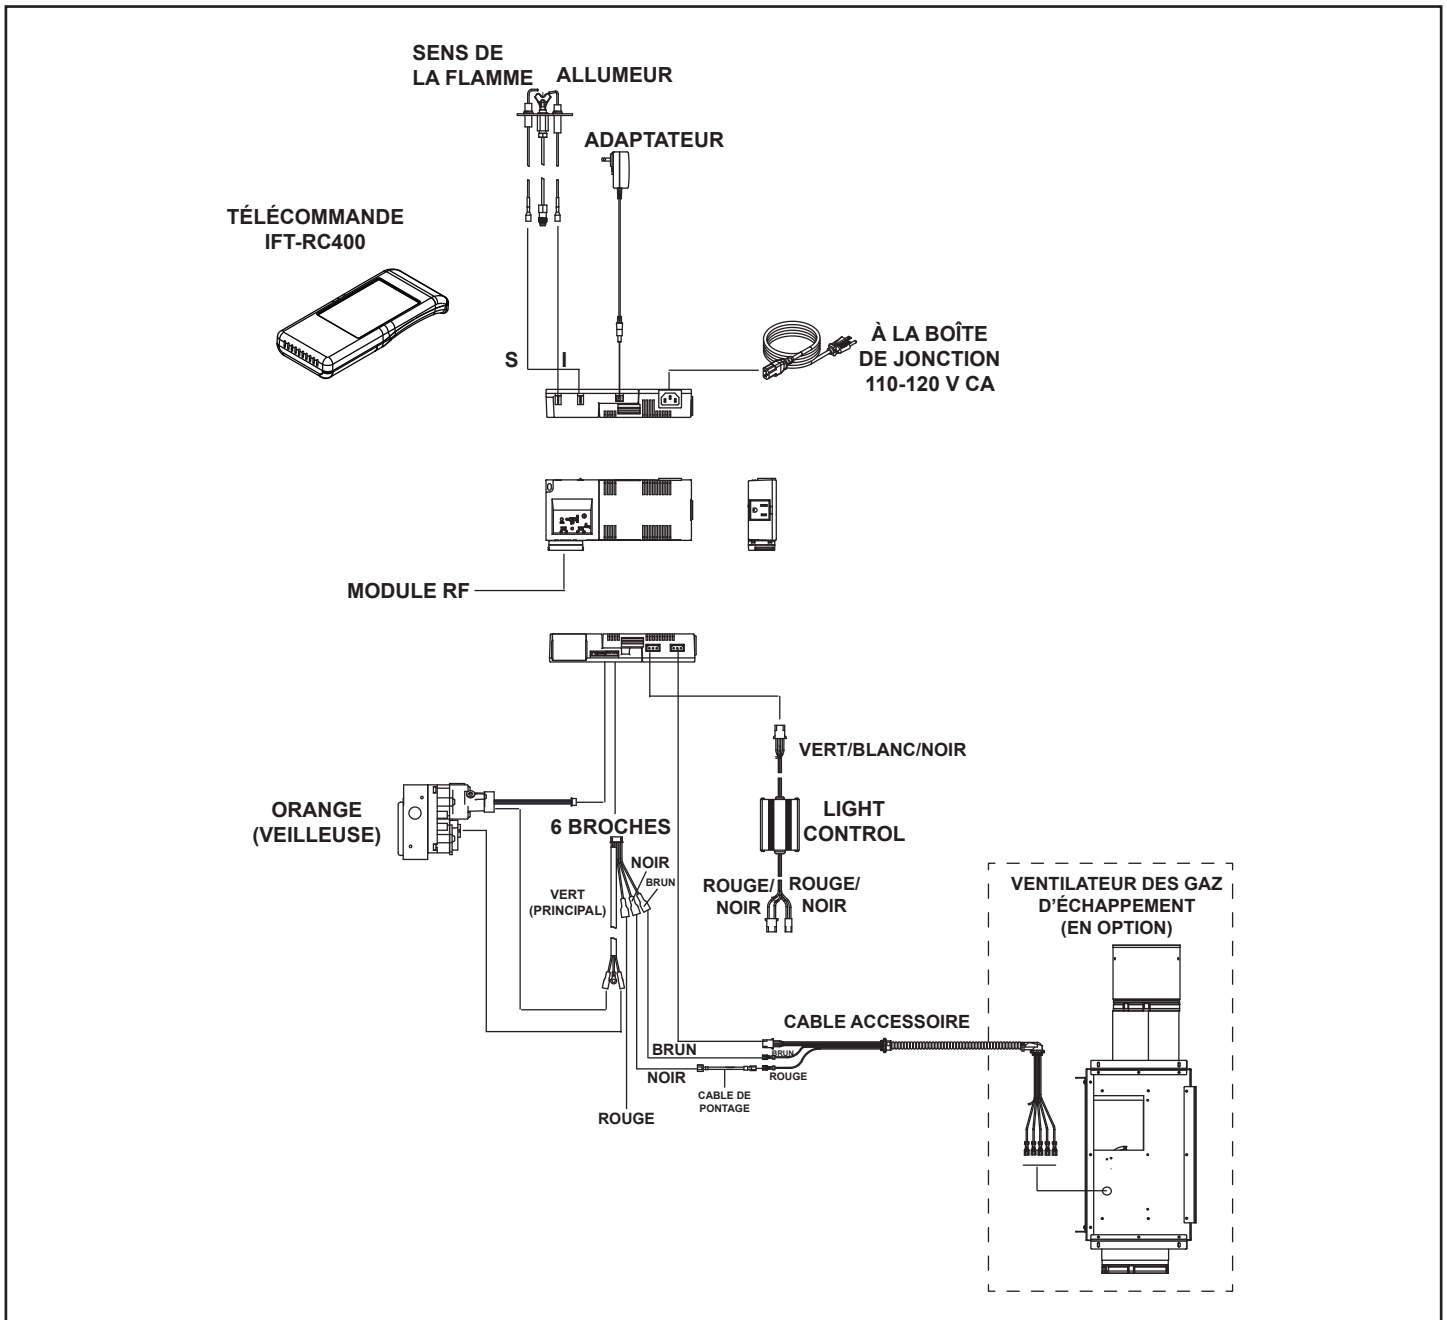

Figure 8.3 Schéma du câblage IFT.
- Se référer à la figure 8.3 ou 8.4, Schéma du câblage IFT.